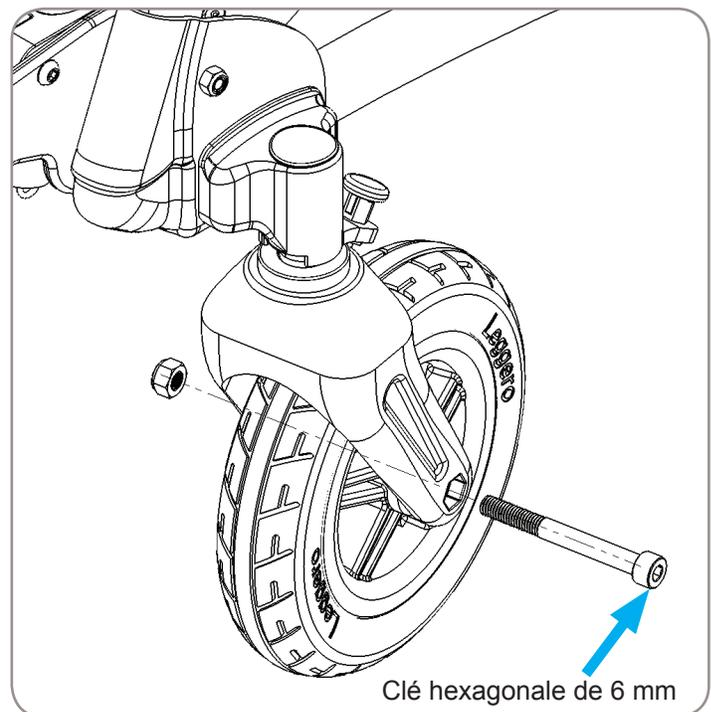

Figure 1
3. Installez les roulettes avant, référez-vous à la figure 1.